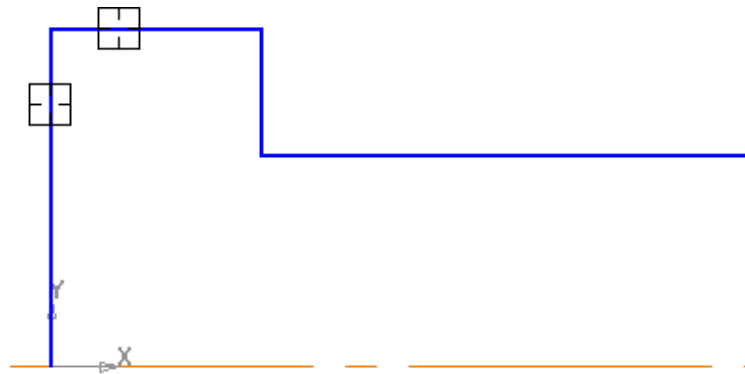

Рисунок 8.
- Укажите два отрезка — фаска будет построена (рис. 8)